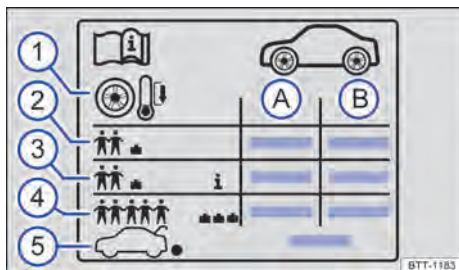

Fig. 205 Símbolos na etiqueta com as pressões dos pneus.
Indicações na etiqueta com as pressões dos pneus ⇒ **Fig. 205**:
Dependendo do veículo, a etiqueta com as pressões dos pneus pode ter uma pressão dos pneus de conforto ⇒ **Fig. 205** ③. A pressão dos pneus de conforto possibilita aumentar o conforto da condução. Ao conduzir com a pressão dos pneus de conforto, pode aumentar o consumo de combustível.